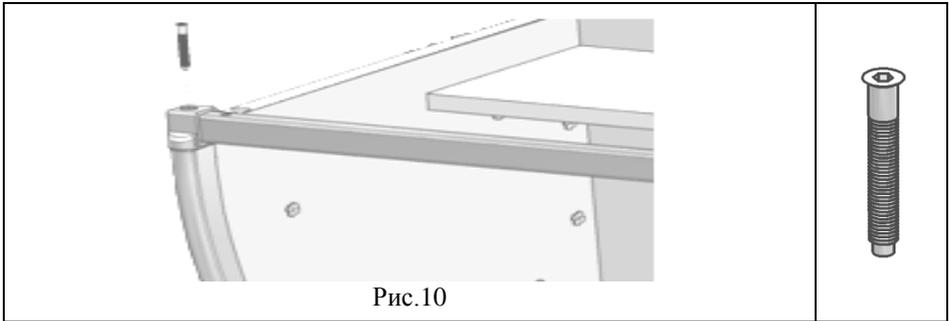

Рис.10
5.1.6 С помощью винта конфирмат (поз.1, пакет №75) закрепить трубу (поз.11) к сборке п.5.1.5, вставив ее в отверстие опоры расположенной на стенке боковой, см. рис. 10.